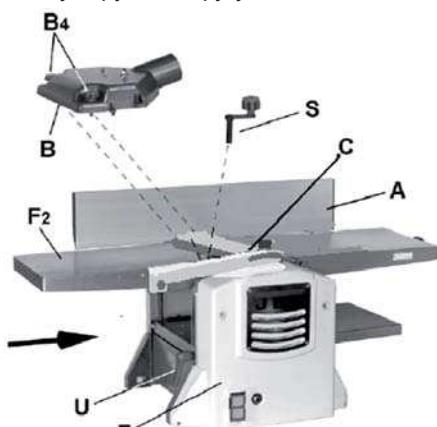

Рис. 15
- Якщо верстат налаштований в даний момент на операцію стругання-фугування, слід зняти лоток для видлення пилу та відходів (B, Рис. 15).